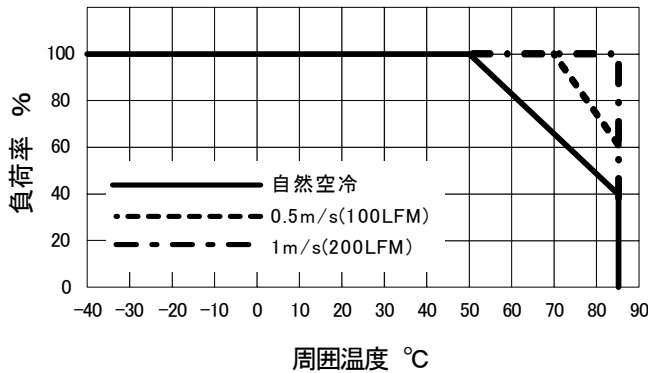

図1 出力デレティングカーブ
- 動作温度範囲       : Topr -40°C ~ +85°C (但し、50°C以上はデレティングカーブによる、図1参照)